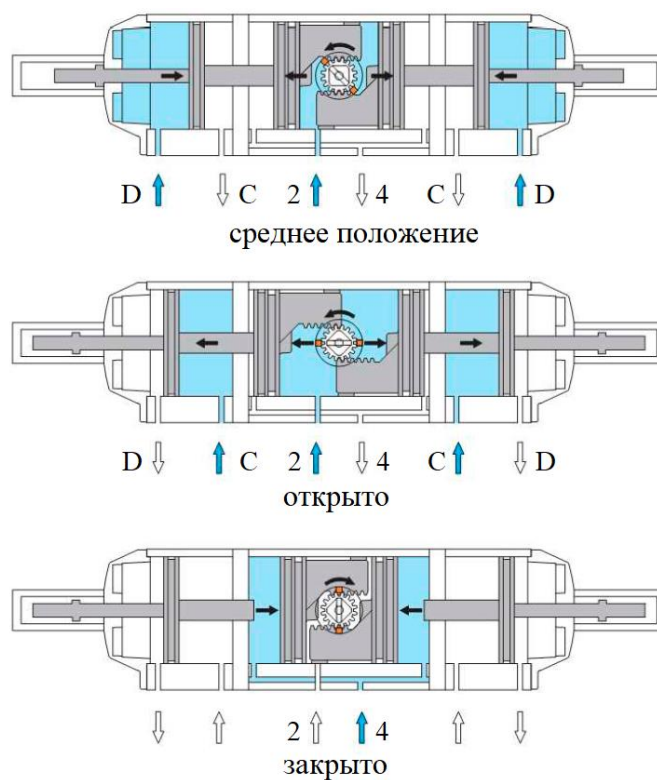

Рисунок 5. Устройство трехпозиционного пневмопривода с углом поворота 0° - 45° - 90° или 0° - 90° - 180°
1.3.5. Трехпозиционный пневмопривод с углом поворота 0° - 45° - 90° или 0° - 90° - 180° (рис. 5) отличается наличием средней промежуточной позиции. Среднее положение можно регулировать в диапазоне 20° - 175° с помощью регулировочных винтов, расположенных в торцевых крышках.